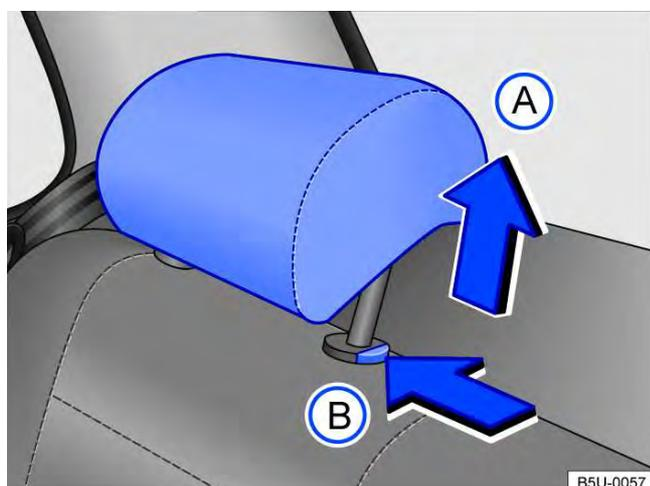

Fig. 71 Ajustar o apoio para cabeça traseiro.
- Empurrar o apoio para cabeça para cima na direção da seta → Fig. 71 (A) ou com a tecla → Fig. 71 (B) pressionada, empurrar para baixo → ⚠ em *Introdução ao tema* na página 84.